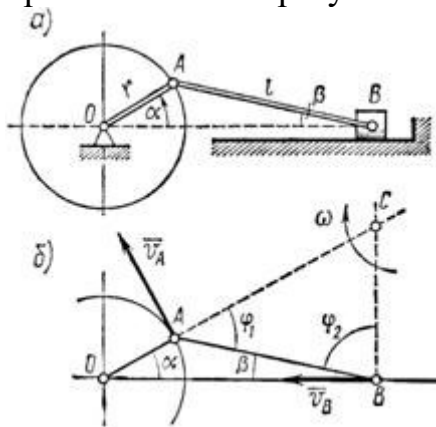

Рисунок 4
4. Кривошип $OA = r = 40 \text{ см}$ кривошипно-шатунного механизма (рис. 4, а) вращается с угловой скоростью $\omega = 25 \text{ рад/с}$. Длина шатуна, приводящего ползун